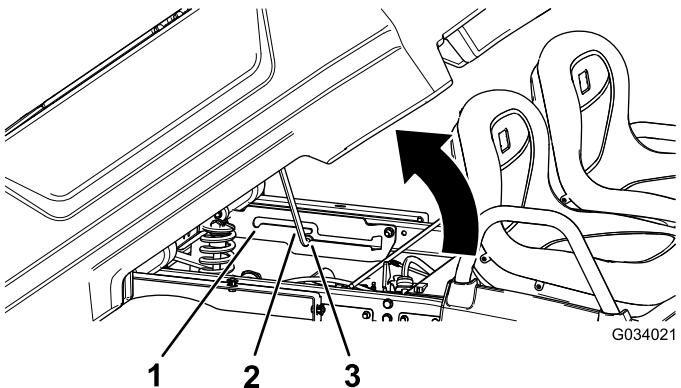

Рисунок 8
- Ведите опорную стойку в паз положения выгрузки с фиксацией, удерживающий кузов в положении выгрузки (Рисунок 8).